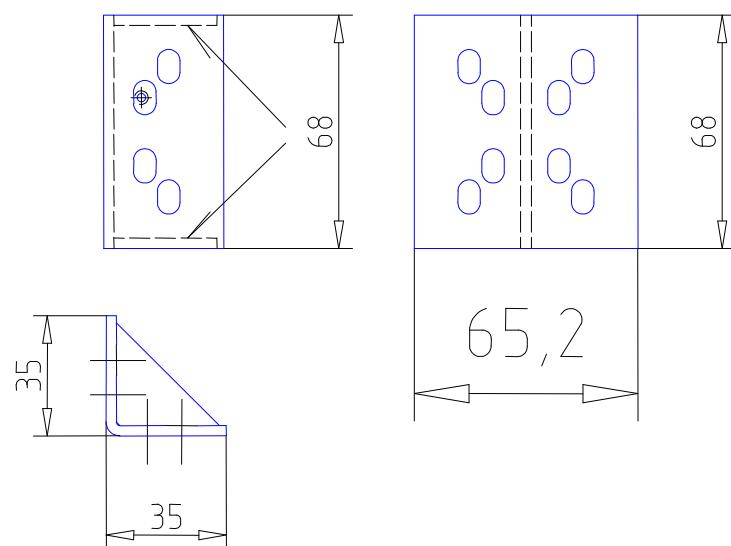

Рисунок 3.7 – Батарейный стеллаж Штиль MBS-03. Опора (переходник для вертикального масштабирования стеллажей)
|               | - опора;   | 4           | Рисунок 3.7                            |
4.1 Закрепить винтами M6\*16 опоры (рисунок 3.7) на стойках изделия (рисунки 3.4, 3.5).